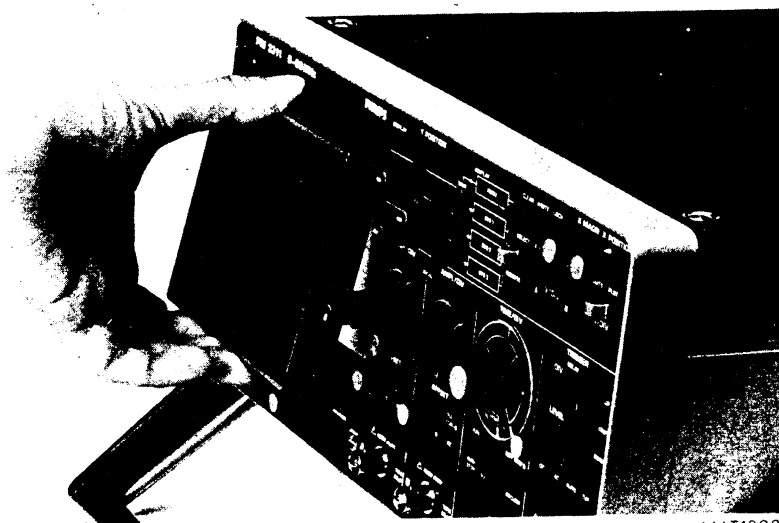

Bild 3.28
- Den Bildröhrenrahmen an seinen unteren Ecken festhalten und vorsichtig von der Frontplatte ziehen (Bild 3.28)